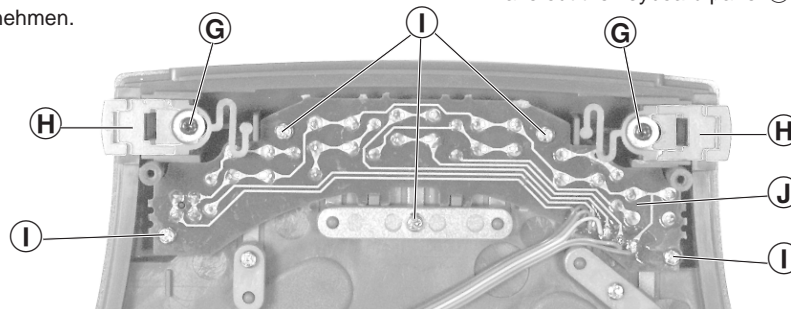

Fig. 7
4. Tastenplatte ausbauen (Fig. 7)
4. Removing the Keyboard Panel (Fig. 7)